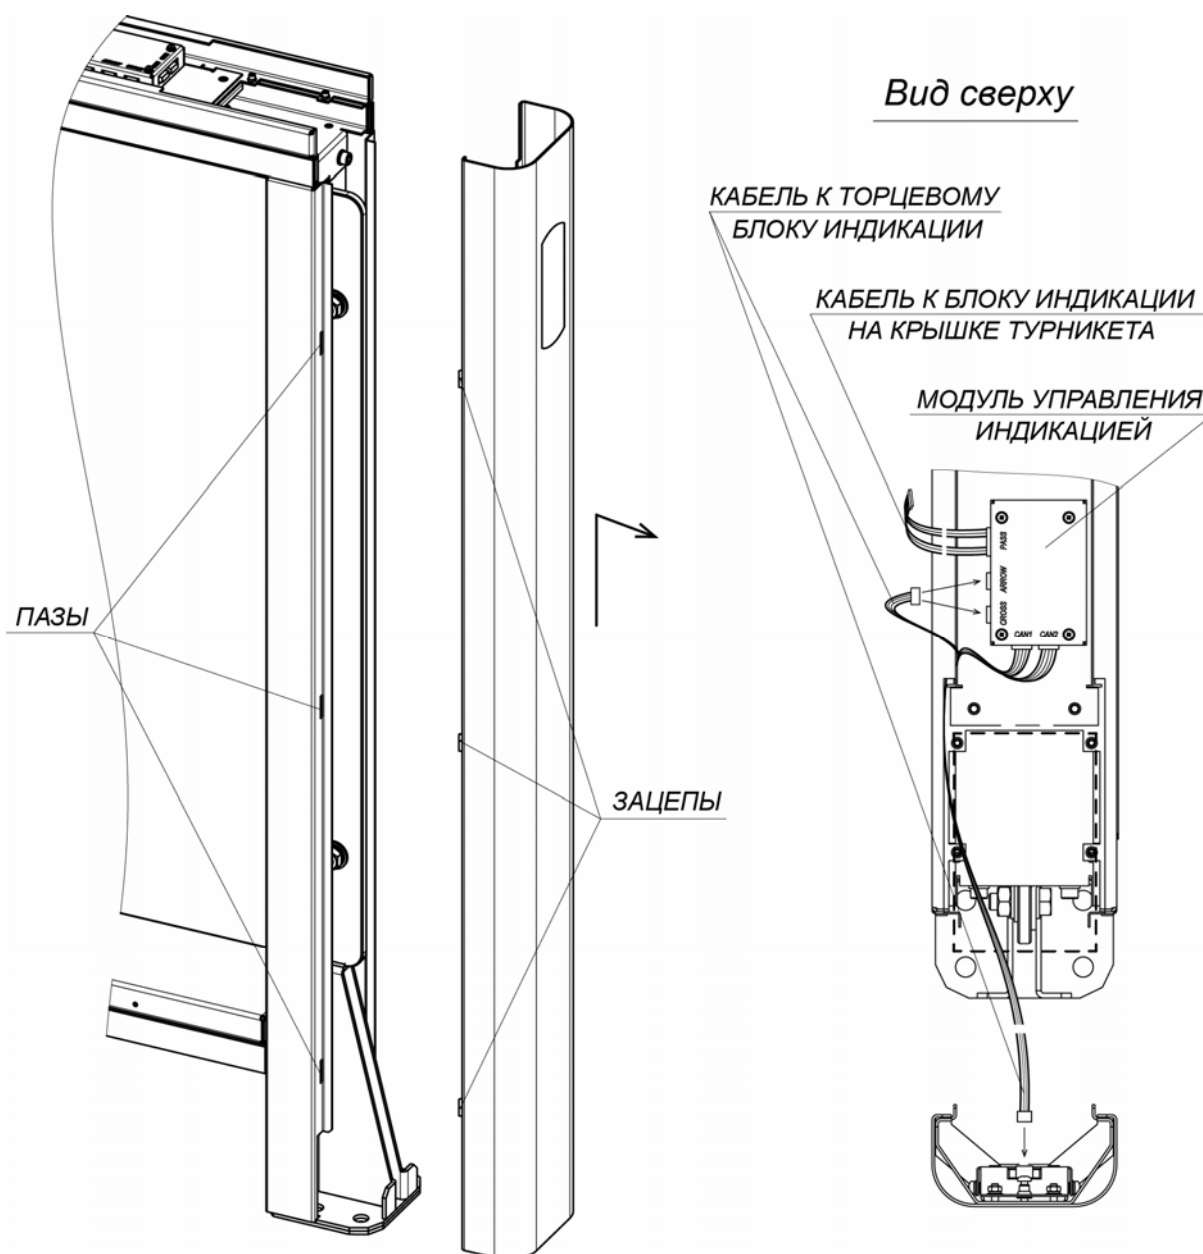

Рисунок 20. Снятие передней панели боковой стойки
21. При необходимости произведите монтаж считывателей карт доступа под блоками индикации крышки: либо на предусмотренные для этого полки в верхнем коробе на торцах стойки (см. рис. 20), либо непосредственно на блоках индикации снизу (**PERCo-MR07 OEM**). Для фиксации считывателей используйте двусторонний скотч и при необходимости неметаллические подкладки, чтобы расположить его как можно выше (т.е. ближе к блоку индикации на крышке) с целью увеличить дальность считывания. Кабели от считывателей аккуратно проведите через верхний короб и центральную стойку к месту ввода кабеля от контроллера СКУД, используя штатные окна в деталях корпуса секции. Кабели не должны проходить между отверстиями для крепления стеклянной крышки секции и вблизи них, чтобы не повредить кабели при установке крышки. Для крепления кабелей применяйте самоклеящиеся площадки и кабельные стяжки. Не допускается крепление к кабелям внутренней разводки и к платам ДКЗП, а также прокладывание кабелей вблизи плат, где расположены датчики.
24. Установите на свои места передние панели боковых стоек (8) (разд. 8.9.2). После установки проверьте, чтобы верхний край панелей находился на одном уровне с корпусом секции. Панель с торцевым блоком индикации устанавливается с того края секции, где находится модуль управления индикацией, который закреплен на одной из двух стальных защитных пластин в верхнем коробе (см. рис. 20). При этом к торцевому блоку индикации необходимо подсоединить соответствующий соединительный кабель от модуля управления индикацией. Для отображения на торцевом блоке индикации белой стрелки соединительный кабель должен быть подключен к разъему **ARROW** модуля управления индикацией, для отображения красного креста – к разъему **CROSS** (см. разд. 8.9.2, рис. 20).
Для снятия передней панели боковой стойки (8) – сдвиньте ее вдоль стойки вверх и затем на себя, выводя зацепы панели из пазов в боковой стойке (см. рис. 20). Осторожно, не повредите соединительный кабель! Отсоедините разъем соединительного кабеля от платы блока индикации.
Перед монтажом крышки стеклянной (10) необходимо проверить, подключены ли к модулю управления индикацией все необходимые соединительные кабели (см. рис. 20, разд. 8.9.2).
- подключите соединительный кабель от модуля управления индикацией (разъем “PASS”, рис. 20) к блоку индикации крышки.